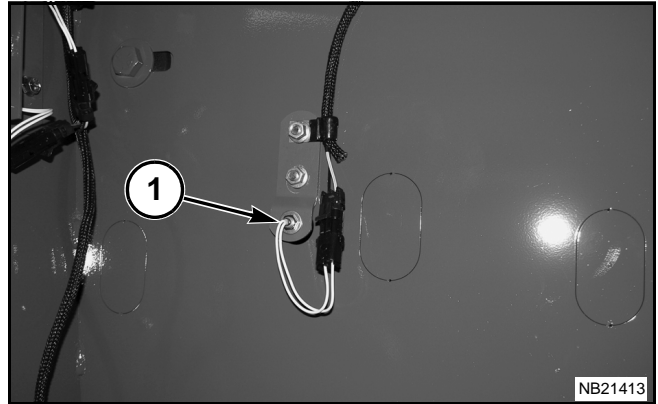

FIG. 14
FIG. 14: La máquina está protegida contra el exceso de tamaño de fardos mediante una alarma sonora. Si el fardo supera las dimensiones establecidas, el interruptor de límite de tamaño excesivo (1) se cerrará, y se accionará una alarma de límite de tamaño de fardo.